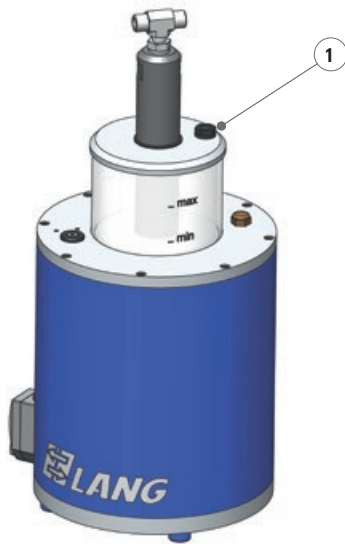

Figure 8 : Multiplicateur de pression pneumatique-hydraulique
2. Dévisser le bouchon d'étanchéité (pos. ① figure 8) du réservoir d'huile du multiplicateur.